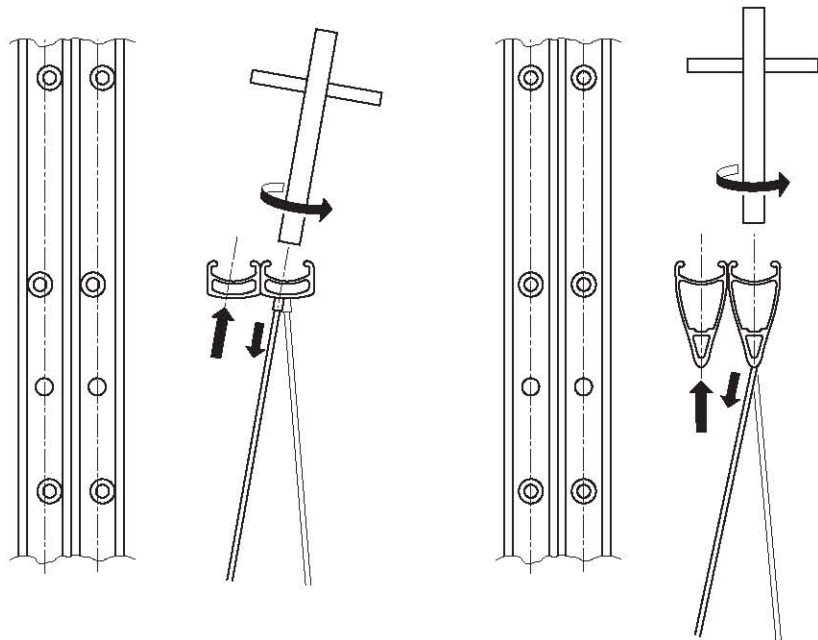

Fig. 27
- Raggio dopo raggio, svitate completamente i nipples, rimuovete le piastrine (tranne che per Electron e Proton), sfilate i raggi dal cerchio, inseriteli nei fori corrispondenti del nuovo cerchio (Fig. 27), rimontate le piastrine (paragrafo 10.2) e avvitate di due giri i nipples.
- Spoke by spoke, completely unscrew the nipples, remove the plates (except for the Electron and Proton), slide out the spokes from the rim, slip them into the corresponding holes in the new rim (Fig. 27), reassemble the plates (See Section 10.2), and tighten the nipples two turns.
- Speiche um Speiche, die Nippel gänzlich lockern, die Plättchen (außer bei Electron und Proton) abnehmen, die Speichen aus der Felge ziehen, diese in die entsprechenden Bohrungen der neuen Felge einführen (Abb. 27), die Plättchen wieder einsetzen (siehe Absatz 10.2) und die Nippel mit zwei Drehungen anziehen.
- Rayon après rayon, dévissez totalement les écrous, retirez les plaquettes (sauf pour Electron et pour Proton), faites glisser les rayons hors de la jante, introduisez-les dans les trous correspondants de la nouvelle jante (Fig. 27), remontez les plaquettes (paragraphe 10.2) et vissez les écrous de deux tours.
- Desenroscar del todo los nipples de cada radio, desmontar las placas (a excepción de Electron y Proton), extraer los radios de la llanta, meterlos en los correspondientes orificios de la nueva llanta (Fig. 27), volver a montar las placas (apartado 10.2) y enroscar los nipples con dos giros.
- Maak de nipples spaak voor spaak los, verwijder de plaatjes (geldt niet voor Electron en Proton), haal de spaken uit de oude velg, plaats de spaken in de nieuwe velg (Fig. 27), monteer de plaatjes (paragraaf 10.2) en draai de nipples twee slagen vast.